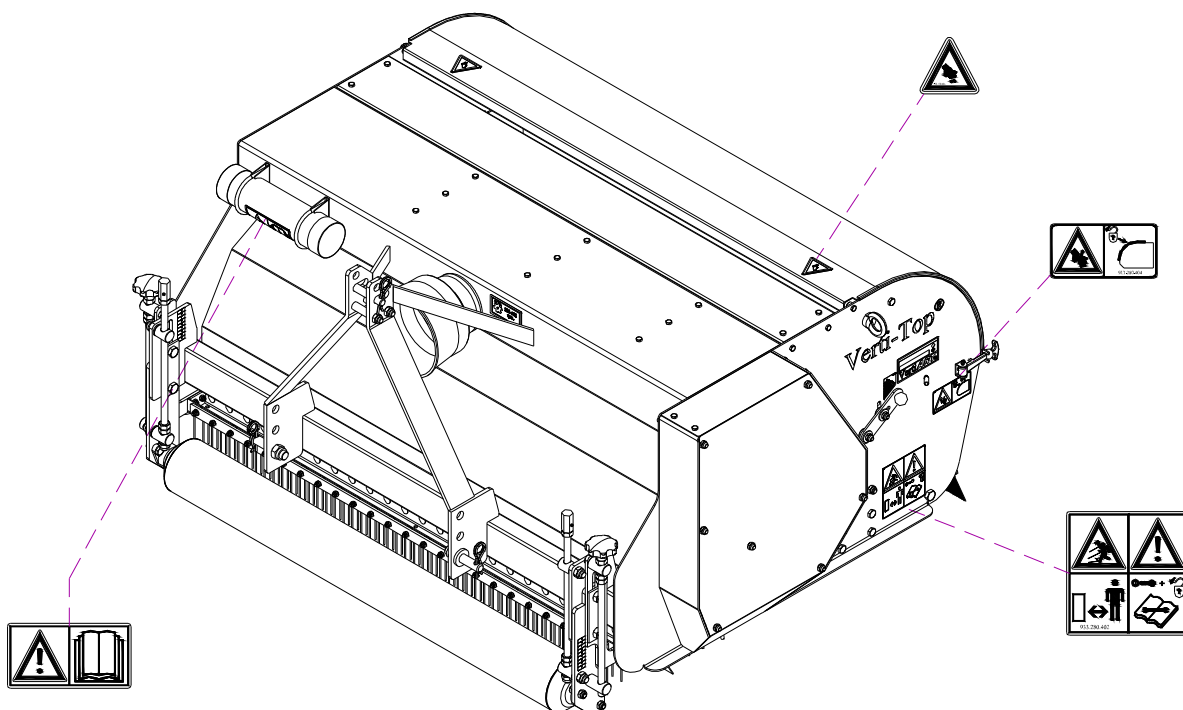

Abb. 7
Beidseitig der Verti-Top befinden sich seitlich und an der hinteren Abdeckung (Abb. 7) Sicherheitsaufkleber (Fig. 4, 5, 6) mit einem entsprechenden Warnhinweis. Diese Sicherheitsaufkleber müssen jederzeit gut sichtbar und lesbar sein und sind, sollten sie beschädigt sein, unverzüglich zu ersetzen.
- (7) Position der Sicherheitsaufkleber (an beiden Seiten der Maschine). (Abb. 7)